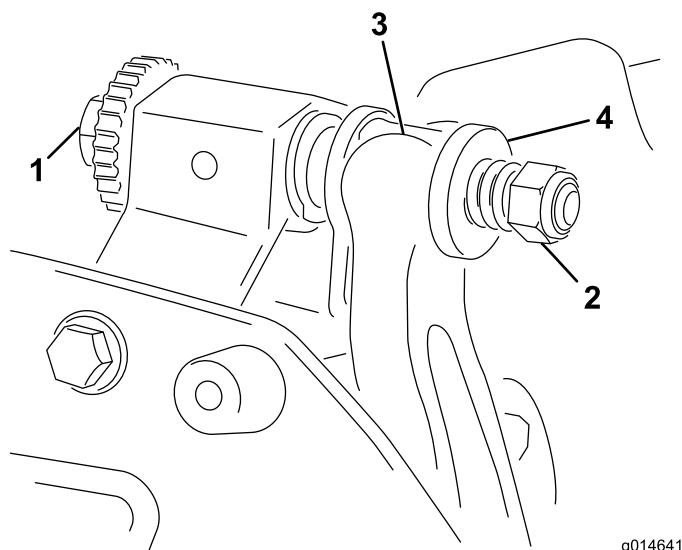

図 16
1. ベッドバー調整ねじを左に回してベッドナイフとリールの接触をなくす（図 16）。
2. スプリング・テンション・ナットをゆるめて、ワッシャがベッドバーを全く押さないようにする（図 16）。